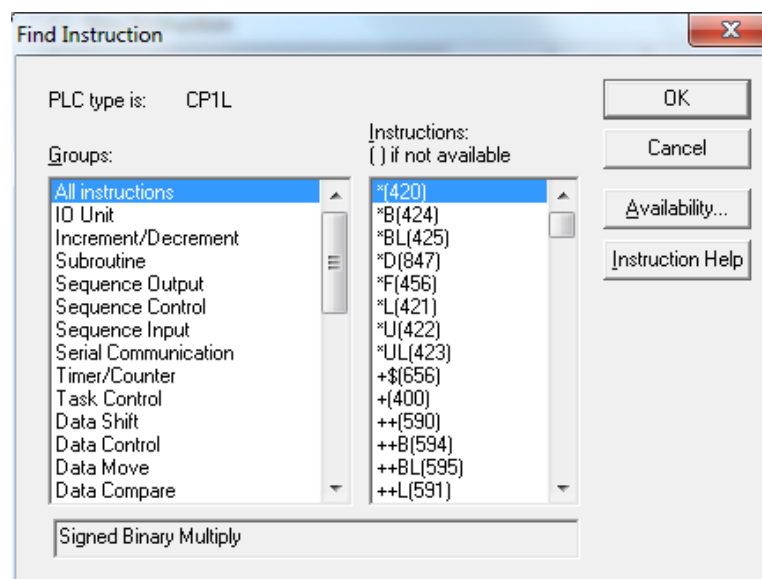

Рисунок 42 – Поиск команд
2. Для поиска инструкции в категории нажмите Find Instruction (Поиск инструкции). Отобразится список команд ПЛК серии CP1L по категориям (рисунок 42).